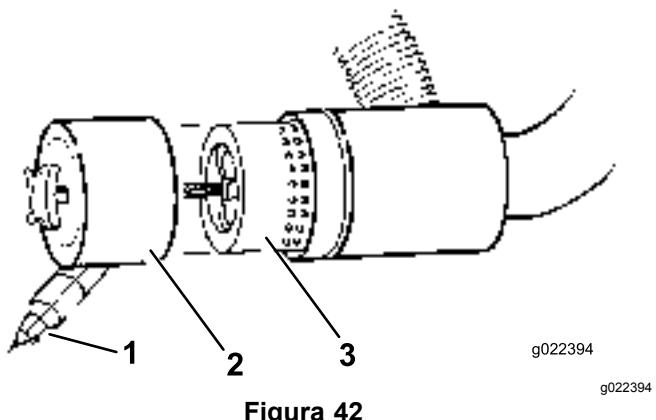

Figura 42
3. Retire e substitua o filtro (Figura 42).